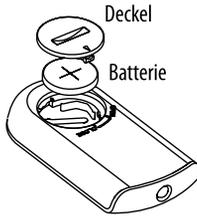

Abb. 2
auswechseln und dabei auf die korrekte Positionierung der Pole achten (siehe Abbildung 2).
- Batterie auswechseln und dabei auf die korrekte Positionierung der Pole achten (siehe Abbildung 2).